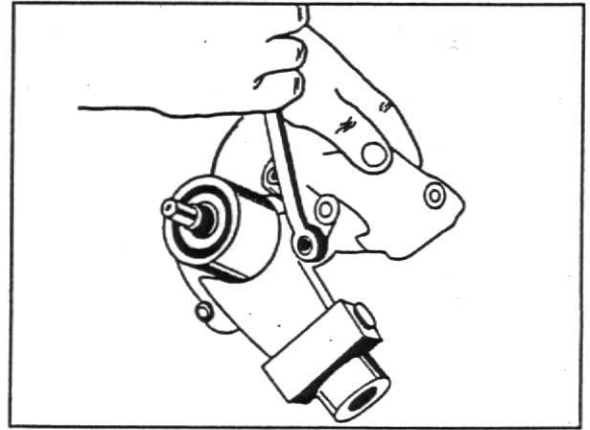

Fig. 8
4. Remova a carcaça traseira da bomba, fig.8.